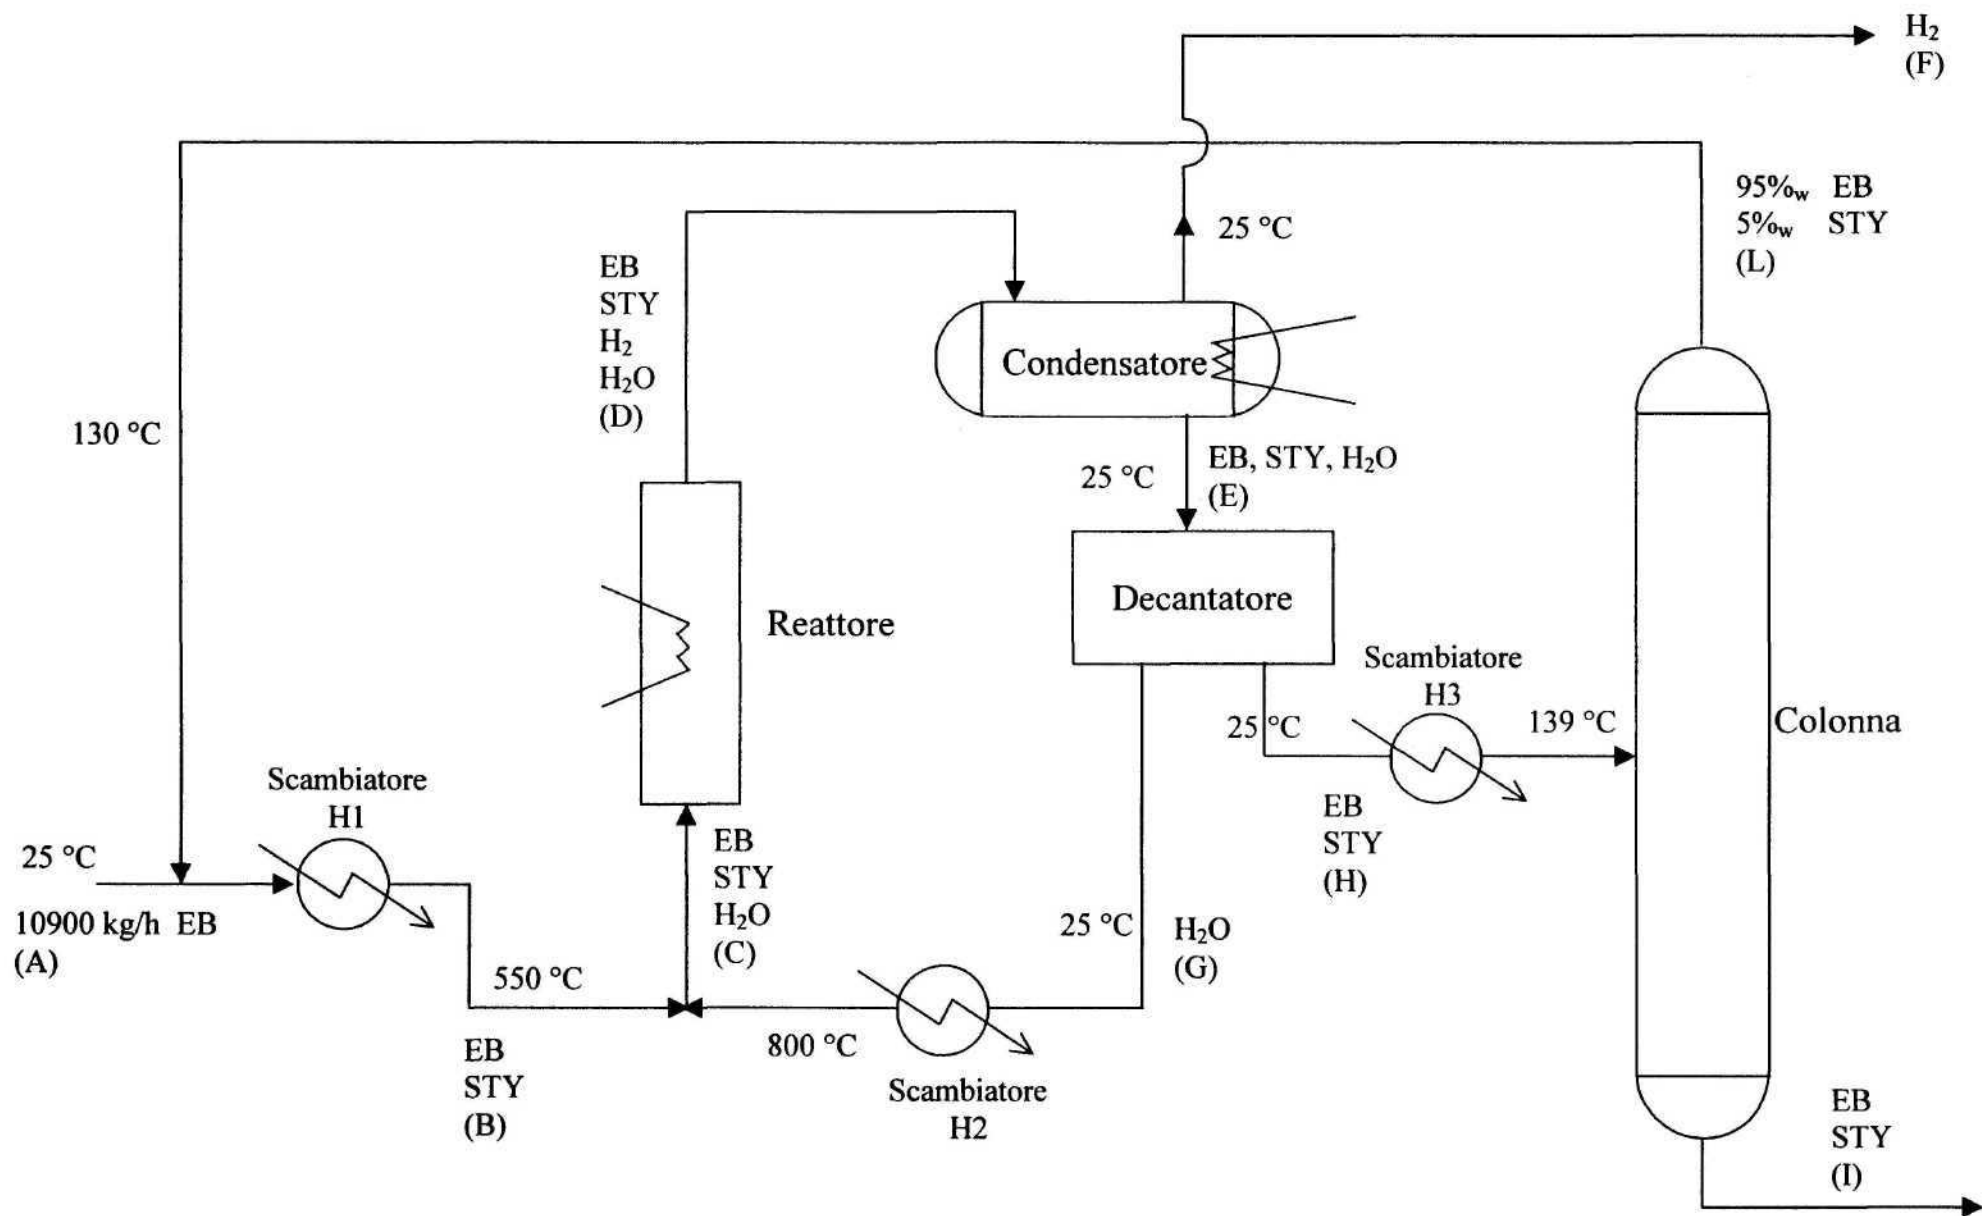

FIGURA 1
La figura 1 riporta uno schema semplificato dove sono indicate tutte le apparecchiature coinvolte, i componenti presenti in ciascuna corrente e le principali condizioni operative di temperatura; il processo opera alla pressione atmosferica.
1. Dai dati forniti nella descrizione del processo e mediante gli opportuni bilanci di materia, calcolare per ciascuna corrente (A-L) indicata in figura 1 la portata massica (espressa in kg/h) di ciascun componente. Si calcoli, inoltre, la conversione globale del processo.